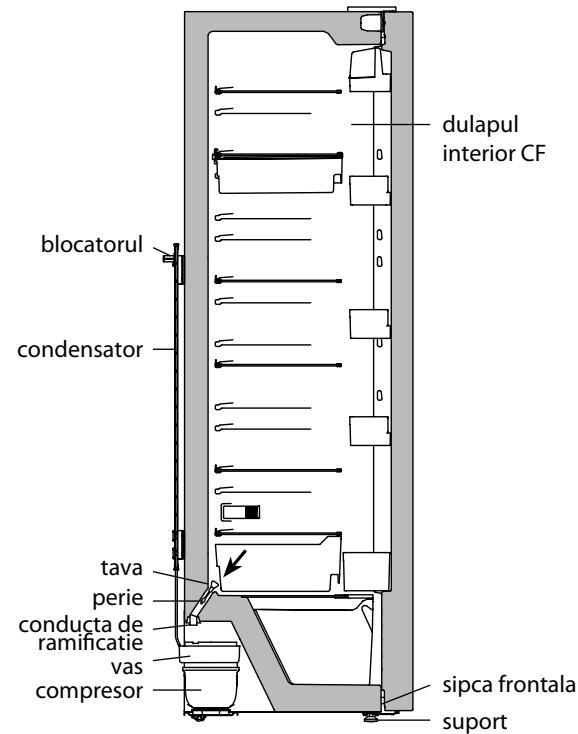

Figura 8 – Schema de scurgere a apei topite din CF
4.1 Frigiderul foloseste un sistem automat de dezghetare. Bruma, ce apare pe peretele din spate al CF, se topeste in ciclul de dezghetare atunci cind compresorul este oprit si se transforma in picaturi de apa. Picaturile de apa topita se scurg in tava conform figura 8, apoi prin conducta de ramificatie se scurge in vasul compresorului si se evapora. In tava este instalata o perie, conceputa pentru a elimina colmatarea sistemului de drenaj.
– spalati peria si instalati-o in conformitate cu figura 8.